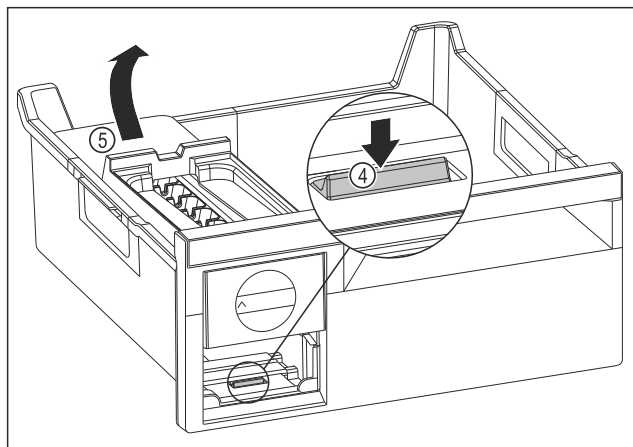

Fig. 131
- ▶ Извлеките корпус EasyTwist-Ice: Надавите пальцем вниз на накладку Fig. 131 (4) и одновременно другой рукой поднимите корпус EasyTwist-Ice Fig. 131 (5) сзади.